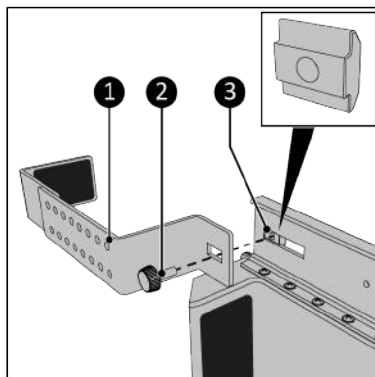

Figure 166.
7. Vissez le support (Figure 166, pos. 3) sur le rail principal situé à l'avant au moyen de la vis à bouton (Figure 166, pos. 2). Veillez à raccorder la vis à bouton à l'écrou coulissant (Figure 166, pos. 1).